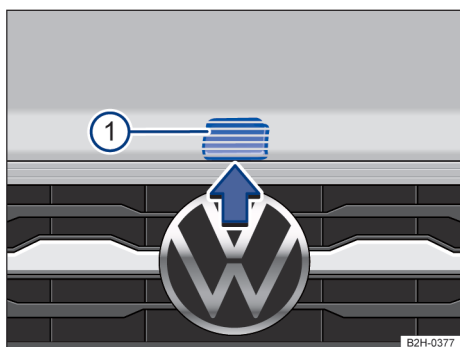

Fig. 180 Arriba de la parrilla del radiador: palanca de accionamiento para el capó delantero.
3. Levantar el capó delantero en la palanca de desbloqueo y abrirlo totalmente → fig. 180 ①.